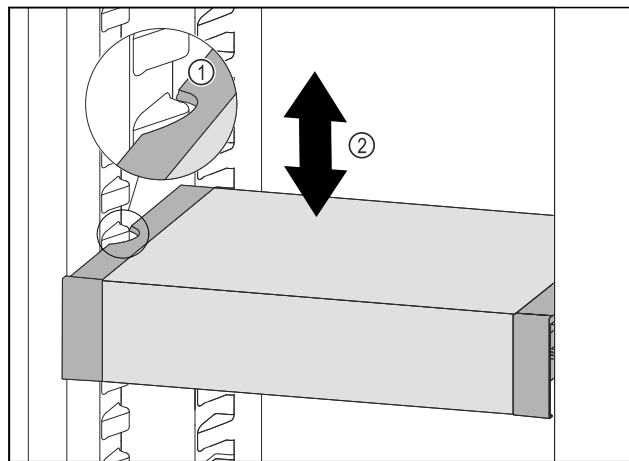

Fig. 232
- Tirer le VarioSafe vers l'avant jusqu'à ce que les encoches latérales du VarioSafe soient à la hauteur de la nervure du bac dans la partie réfrigérateur. Fig. 232 (1)
- Déplacer le VarioSafe vers le haut ou vers le bas dans la partie réfrigérateur jusqu'à ce que la hauteur souhaitée soit atteinte. Fig. 232 (2)